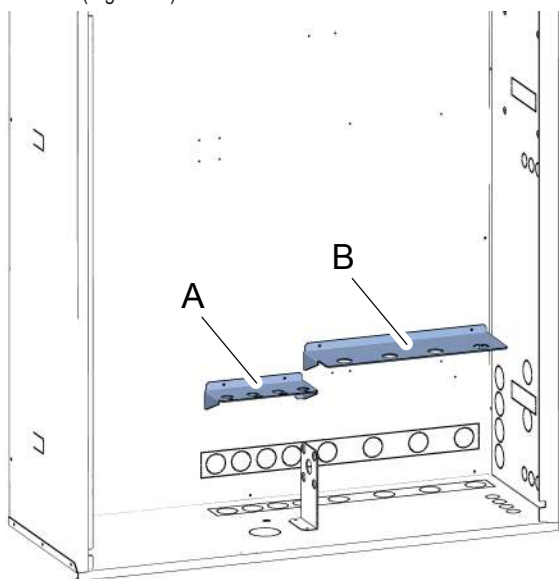
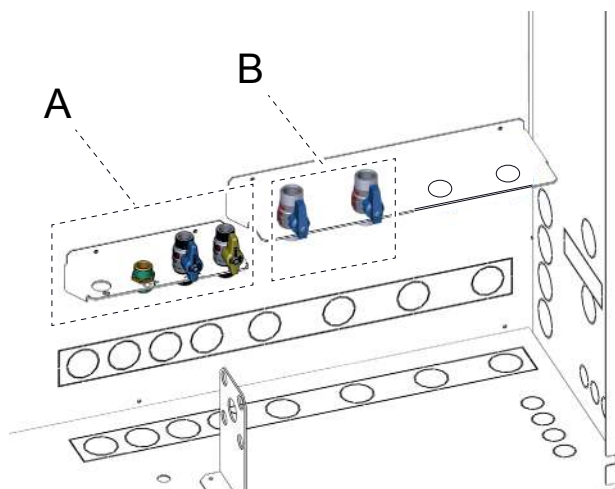

fig. 11 -
fig. 13 -
Montare staffa A ("fig. 11 -") al fondo dell'armadio utilizzando 4 viti autofilettanti.
Montare staffa B ("fig. 11 -") al fondo dell'armadio utilizzando 4 viti autofilettanti .
Montare sulla staffa di sinistra (part. A "fig. 13 -") niplo (mandata ACS), rubinetto ingresso acqua fredda, rubinetto gas metano bloccandoli alla staffa utilizzando 3 ghieri.
Montare sulla staffa di destra (part. B "fig. 13 -") rubinetto ritorno e mandata impianto bloccandoli alla staffa utilizzando 2 ghieri.
**NOTA:** Se il sistema prevede kit di distribuzione con pompe di rilancio la staffa (part. B "fig. 11 -") e i relativi rubinetti (part. B "fig. 13 -") non vanno montati. Per maggiori dettagli vedi paragrafo "4.14 Installazione kit distribuzione zona diretta con collettore" a pagina 25).